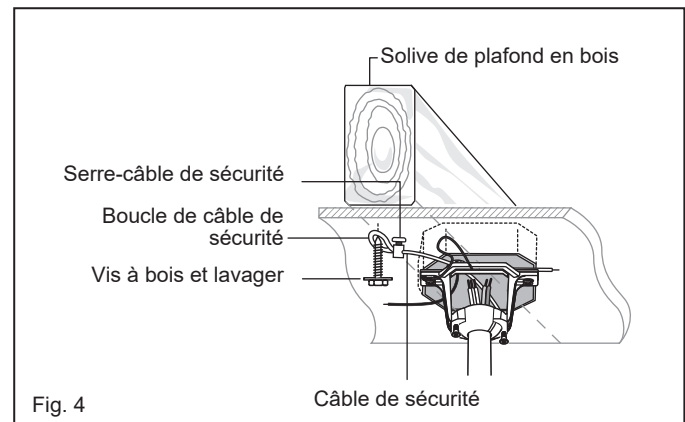

Fig. 4
REMARQUE : La languette opposée à l'ouverture du support de suspension doit s'insérer dans la fente de la boule. (Fig.4)
- 2 Connectez les fils noirs du commutateur dans le berceau A aux fils noirs dans le boîtier de commutation. Fil d'entrée chaud vers l'un des fils du commutateur du berceau. Le fil d'alimentation du ventilateur est connecté au fil de l'interrupteur restant. (Fig.4)